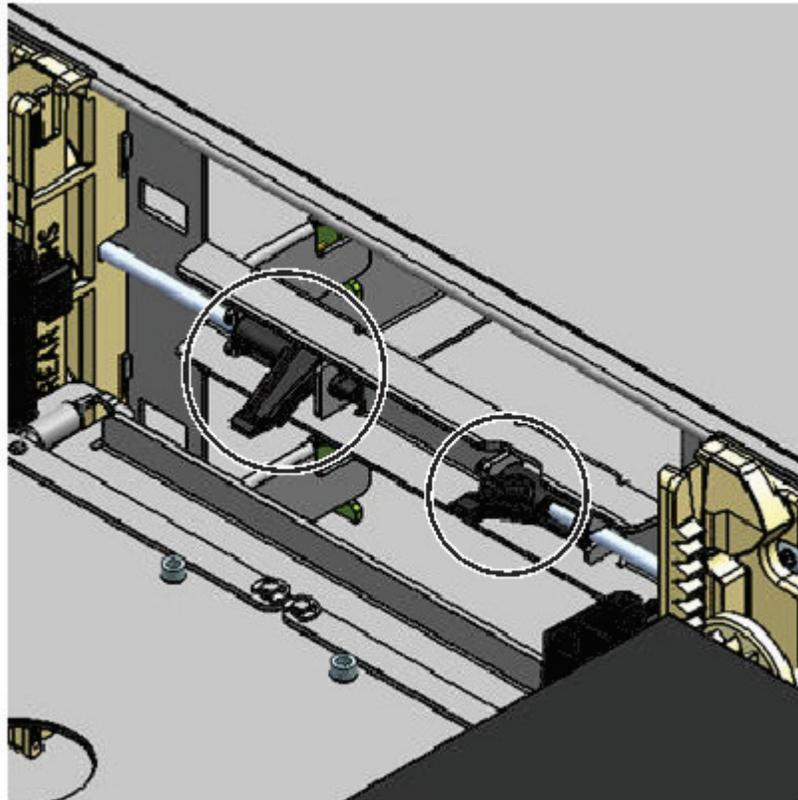

Abbildung 70. Magazinlösehebel
1. Entfernen Sie das linke und rechte Magazin mit den Magazinlösehebeln (in Abbildung 70 auf Seite 162 mit einem Kreis versehen). Drücken Sie auf den Hebel und ziehen Sie das Magazin dann heraus.